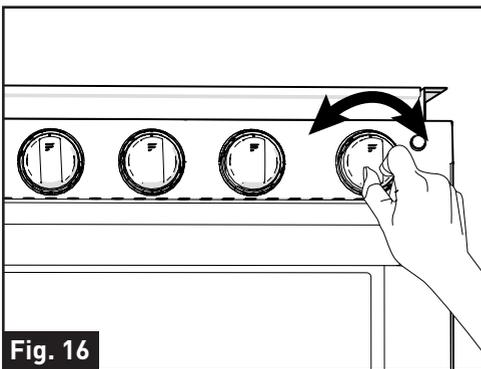

Fig. 16
7. Tournez le bouton de commande pour régler la flamme du brûleur jusqu'au niveau désiré. Le pilote de four a été usine définie et ne nécessite aucun réglage supplémentaire. (Fig. 16)